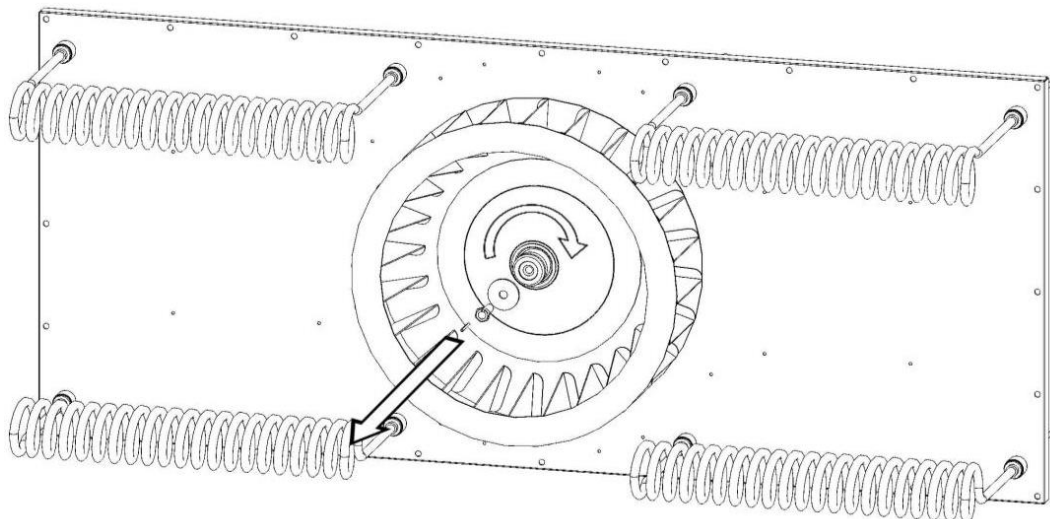

Рис. 7
7. Извлеките предохранительный штифт и отвинтите болт крепления вентилятора (Рис. 7).